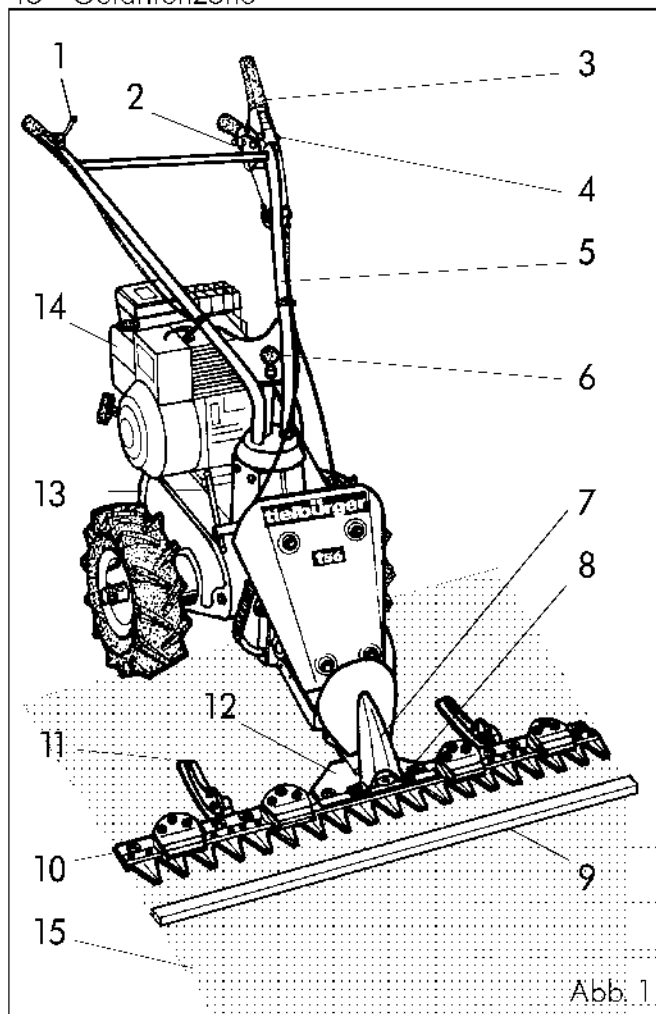

Abb. 1
- Der Bedienende ist im Arbeitsbereich des Motormähers gegenüber Dritten verantwortlich. Mähen Sie niemals während Personen, besonders Kinder, oder Tiere in der Nähe der Gefahrenzone sind (siehe Abb. 1).
- Starten des Motors nur auf ebenem Untergrund. Der Mähbalken darf dabei keine Fremdkörper berühren. Die Bedienungsperson muß beim Starten außerhalb der Gefahrenzone sein (siehe Abb. 1).